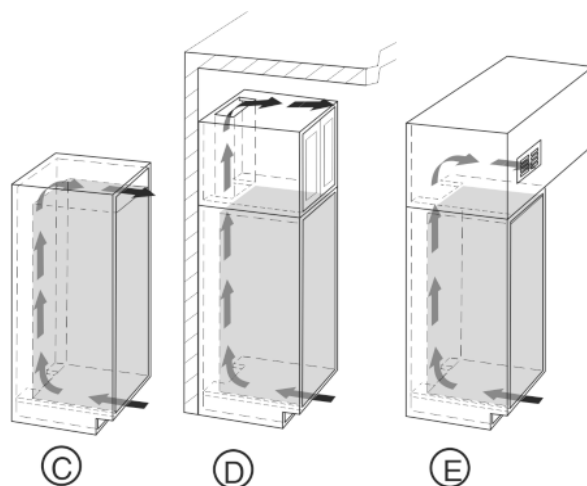

Fig. 4
- Верхняя площадь вентиляционного отверстия может быть выполнена или непосредственно над устройством и снабжена вентиляционной решеткой Fig. 4 (C), находиться рядом с крышкой над мебелью Fig. 4 (D), или иметь вид вентиляционного отверстия в промежуточной перегородке Fig. 4 (E).